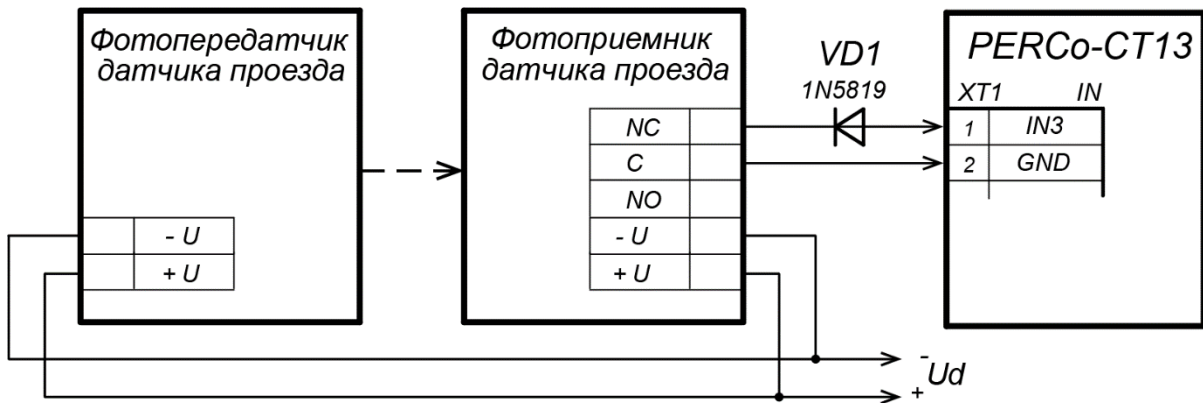

Рисунок 19. Пример схемы подключения датчика проезда
3. Датчик проезда подключается к клеммной колодке **XT1** нижней платы контроллера согласно схеме, представленной на рис. 19. Для подключения используйте тип кабеля №4 (см. табл. 5). При подключении нескольких датчиков их выходы включаются последовательно.